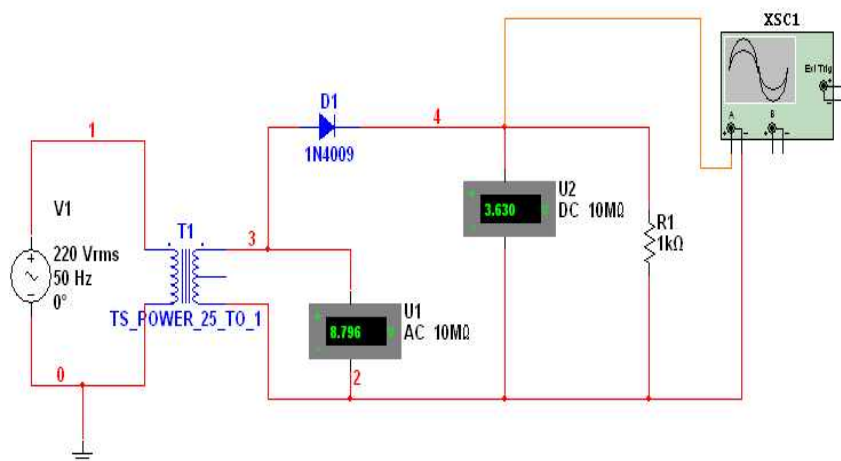

Рис. 55. Схема однополупериодного выпрямителя
1. Собрать схему однополупериодного выпрямителя, изображенную на рис. 55.